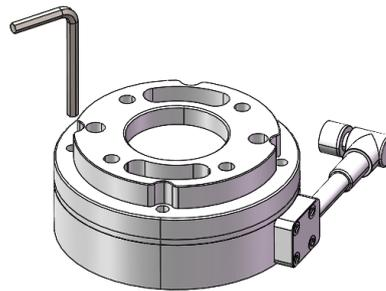

图 2-33 3mm 内六角扳手旋松内埋式螺钉
- b. 将传感器与安装法兰进行分离，并将安装法兰安装于机械臂上。传感器出厂时，安装法兰与传感器本体通过 6 颗内埋式内六角螺钉连接。使用 3mm 内六角扳手将 6 颗内埋式内六角螺钉旋松，分离安装法兰与传感器本体，如图 2-33 所示。通过 $\Phi 5$ 定位销将安装法兰与机械臂进行定位，使用 4 颗 M6 内六角螺钉将安装法兰与机器人完成固定。拧紧螺钉的过程，请按照对角线顺序逐渐拧紧螺钉。使传感器与机器人或转接工装能够均匀接触。定位销是为了获得设备安装连接的重复性，如果不使用定位销，传感器性能不受影响。